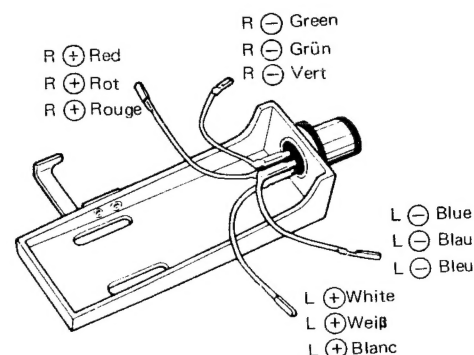

Fig. 6 Abb. 6
- (1) Attach the cartridge to the head shell with cartridge fixing screws.
- (2) The polarities and L,R channel of the lead wire of the head shell are shown in Fig. 6. The connection should be done according to the terminal indication of the cartridge.
- (1) Tonabnehmer in den Tonarmkopf einsetzen und mit den Befestigungsschrauben sichern.
- (2) Die Polarität sowie der Anschluß der Tonleiter des Tonabnehmers für den linken und rechten Kanal sind in Abb. 6 dargestellt. Der Anschluß ist gemäß der Tonabnehmer-Klemmenbezeichnung auszuführen.
- (1) Fixer la cellule phonolectrice sur la coquille à l'aide des vis de fixation de cellule.
- (2) Les polarités et les canaux L et R de la coquille de phonolecteur sont indiqués sur la Fig. 6. Les connexions doivent être faites en fonction de l'indication de borne de la cellule phonolectrice.